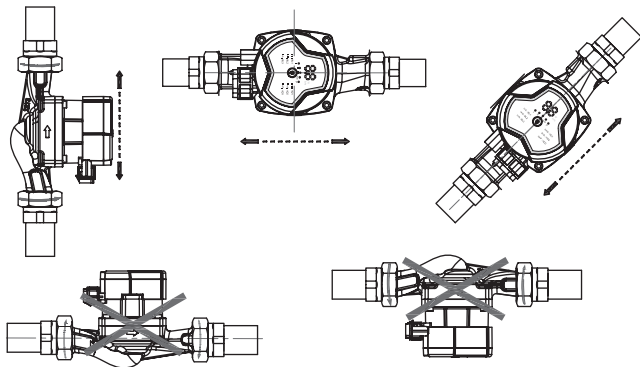

Рис. 5 Расположение насоса
1. Насос всегда должен быть смонтирован так, чтобы вал электродвигателя был расположен горизонтально относительно земли (см. рис. 5).
- Примеры правильного монтажа насоса показан на рис. 5.